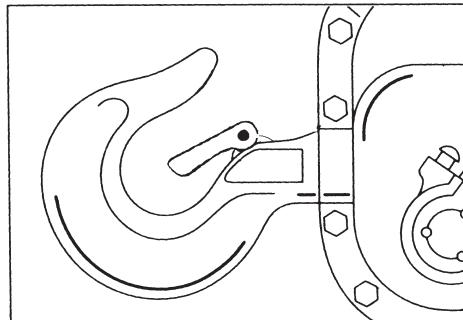
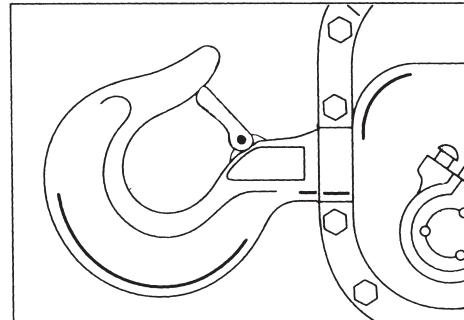

Fig. 11 - Gancho del aparato con el cierre abierto
Fig. 12 - Gancho del aparato con el cierre cerrado
El elemento de anclaje de los modelos T-7 y T-13 es un gancho equipado con cierre de seguridad (Fig. 11 y 12). El anclaje siempre debe ser efectuado de manera que el cierre de seguridad vuelva a quedar correctamente en posición de cerrado, apoyado sobre la punta del gancho (Fig. 12). Las mismas recomendaciones sirven para el gancho del cable.
**Advertencia** : Es indispensable, para la seguridad de funcionamiento del aparato, procurar, antes de la puesta en carga, que los elementos de anclaje, gancho o bulón de amarre, estén cerrados de forma correcta (cierre de seguridad en el caso del gancho. Fig.12).